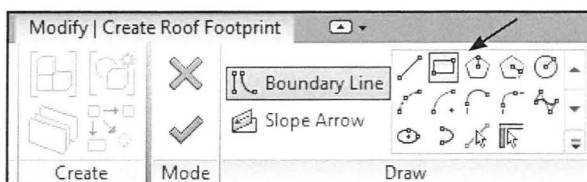

Fig. 09.05. Vælg et tegneredskab.
Når man har valgt *Roof*, har man muligheden for at vælge tegneredskab. Revit vælger automatisk *Pick Walls*, men har man en rektangulær bygning, kan man eksempelvis vælge rektanglet (Fig. 09.05).
- Vælg Rektanglet (Fig. 09.05).